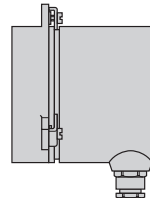

Fig. 2
**Convertisseur de mesure pour montage à l'arrière d'appareils de mesure** (Fig. 2)